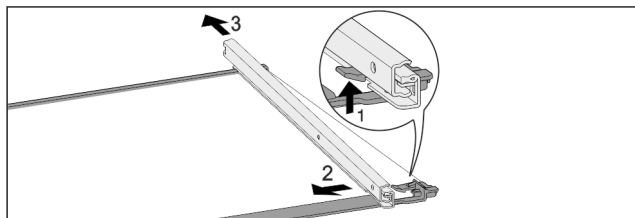

Fig. 124 带轨道的玻璃隔板
- ▶ 向上按前端的锁定钩。 Fig. 124 (1)
- ▶ 将牵伸轨推向一侧 Fig. 124 (2)，然后向后 Fig. 124 (3) 推。